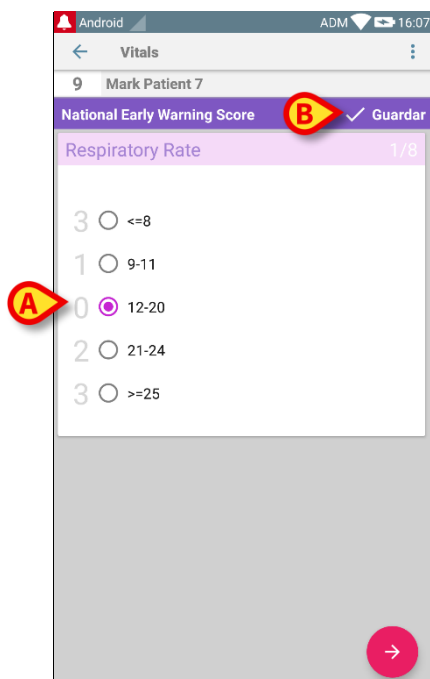

Fig 58
Se abrirá la pantalla de introducción de datos (Fig 58).
- Editar datos (Fig 58 **A**).
- Tocar **Guardar** (Fig 58 **B**).